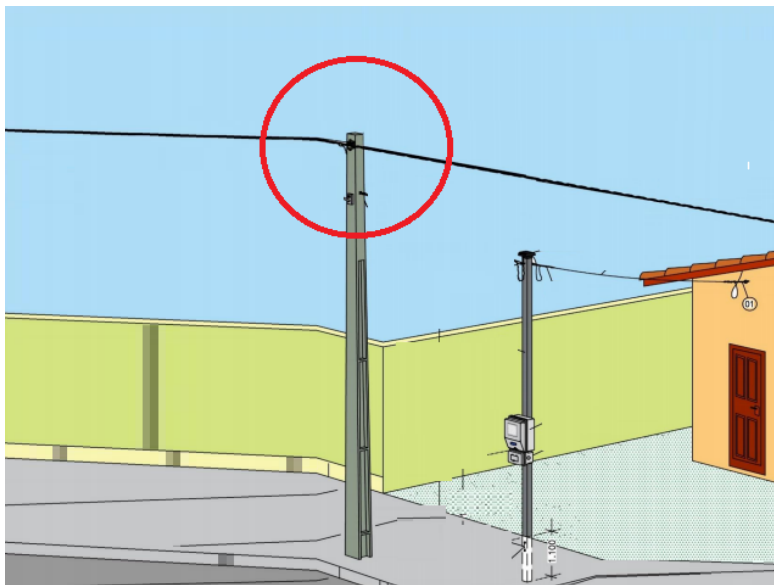

Figura 2 – Indicação de zona de perigo para instalação de ramal.
Passo 11: Inspeccionar Poste de Derivação e Condutores 1. Levar o ramal para o poste da concessionária. Nota 29: O círculo vermelho, com raio de 1 metro e meio, indicado na Figura 2 exemplifica a "Zona de Perigo" ao redor do eletricista, onde há risco de contato com cabos energizados nus ou isolados com isolação danificada. Dentro dessa zona, é	Responsável pelos itens: Eletricista Riscos inerentes maiores neste passo: 1,2,4,5,6, 7, 8 e 9.